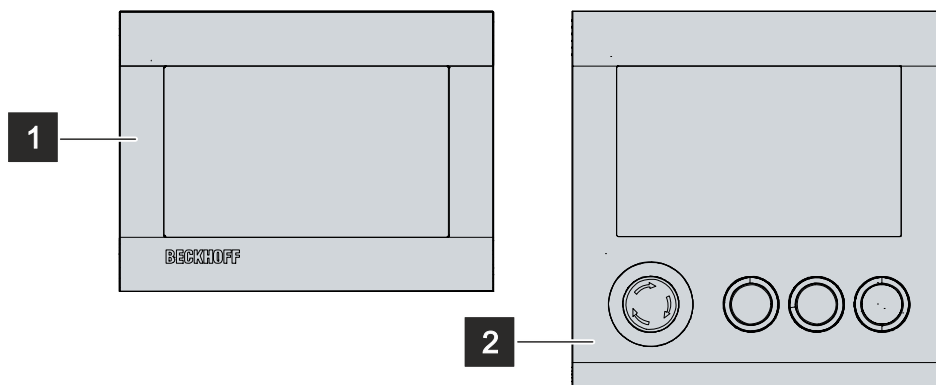

Abb. 1: Panel-PC ohne und mit Tastererweiterung
Erläuterungen zu den Tastererweiterungen und den Funktionen erhalten Sie im Handbuch C9900-G070/-G071. Abbildung 1 stellt beispielhaft den Panel-PC ohne (1) und mit (2) Tastererweiterung gegenüber.